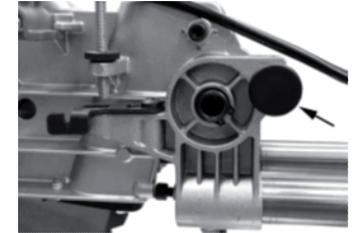

рис. 3
2. Вытянуть фиксатор (рис. 2 поз.15), указан стрелкой на рис.3.